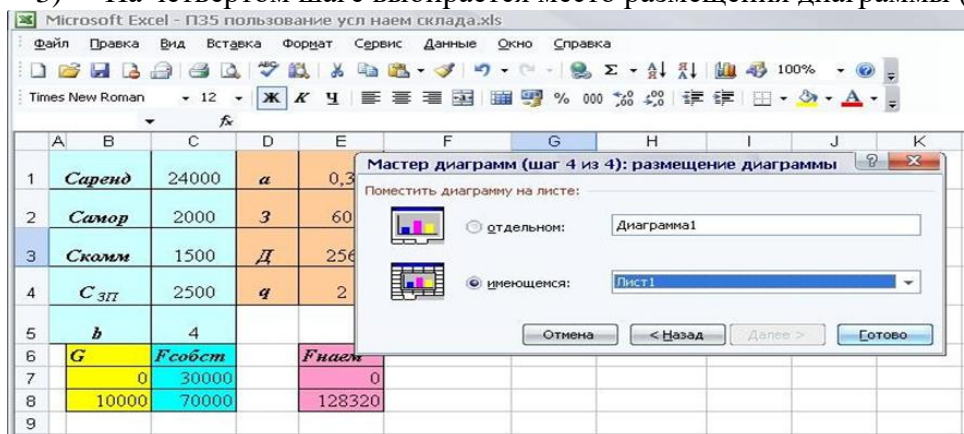

Рис. 5.8 Шаг 4 мастера диаграмм «Размещение диаграммы»
3) На четвертом шаге выбирается место размещения диаграммы (рис. 5.8.).